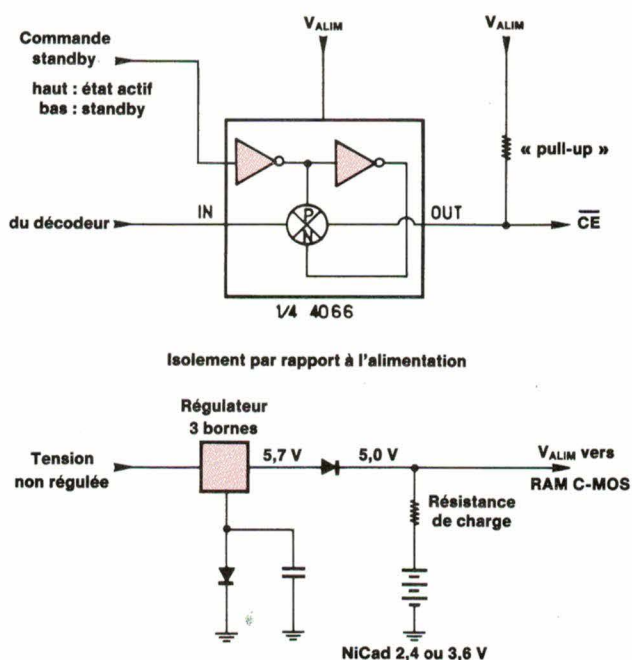

Fig. 4
Des quadruples interrupteurs analogiques économiques existent en boîtier plastique 14 broches (par exemple le 4016 et 4066). Les interrupteurs analogiques introduisent un petit retard, en raison de la résistance série à l'état conducteur et de la capacité parasite de (CE). On peut utiliser des FET canal N à enrichissement, en boîtier TO92 ou en réseaux logés dans un boîtier 14 broches. Leur résistance à l'état passant est suffisamment faible pour que RC soit négligeable, mais ils coûtent un peu plus cher que le circuit intégré. La figure 4 illustre l'utilisation d'un interrupteur analogique pour la commande de (CE), ainsi qu'une technique d'isolation de la batterie commune.